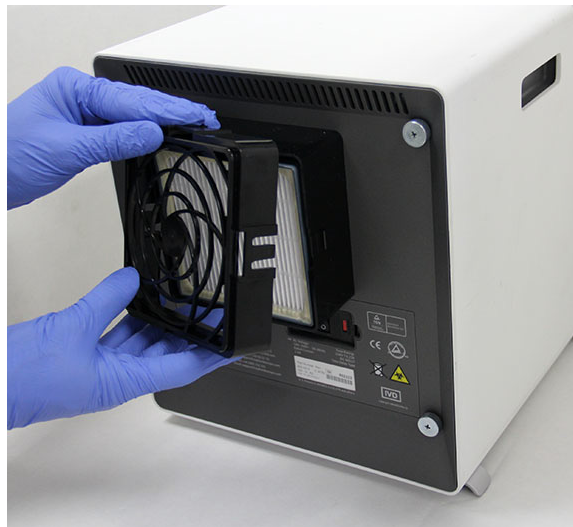

Figure 9-27. Retrait du dispositif de maintien du filtre HE
6. Retirez le dispositif de maintien du filtre HE en libérant les fixations sur les côtés, le dessus et le dessous. Le dispositif de maintien est très bien ajusté et un effort peut être nécessaire pour le retirer. Voir Figure 9-27.